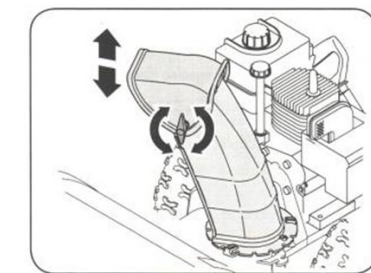

Рисунок 33
2. Повернуть желоб вверх или вниз, прежде чем снова затянуть зажимной барашек, см. Рисунок 33.